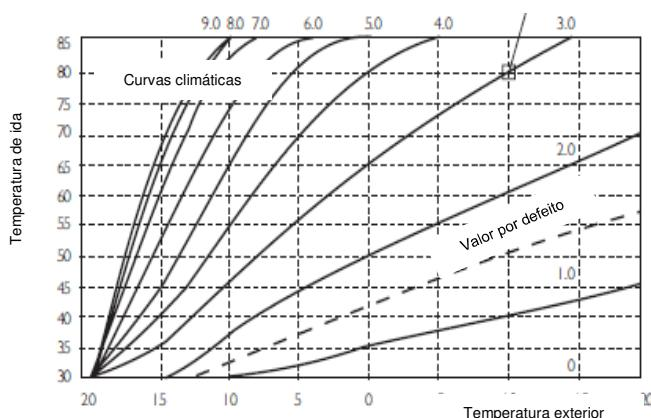

Fig. 24: Gráfico da curva climática da sonda exterior
4. Para configurar a curva climática requerida (ver gráfico Fig. 24), rode o seletor e prima-o para confirmar. Premir a tecla "MENU" para voltar ao ecrã principal.